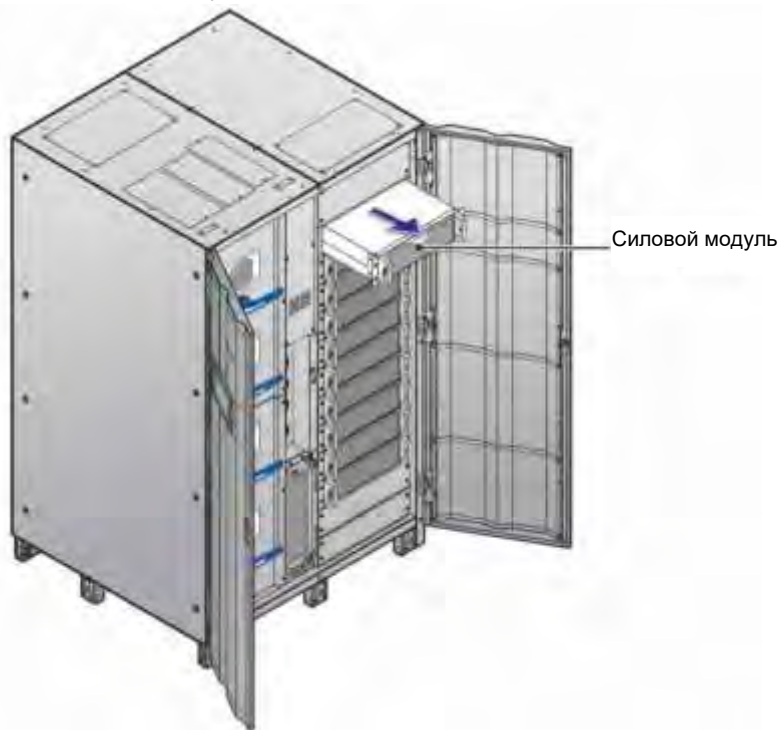
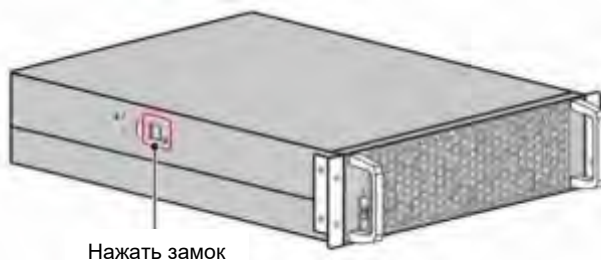

Рисунок 5-40: Демонтаж силового модуля
Рисунок 5-41: Нажатие на замок силового модуля
3. Выдвиньте силовой модуль из слота (понадобится два человека) (см. **Рисунок 5-40**). Когда модуль дойдет до упора, нажмите замок (см. **Рисунок 5-41**) на левой стороне силового модуля для продолжения извлечения его из шкафа ИБП.